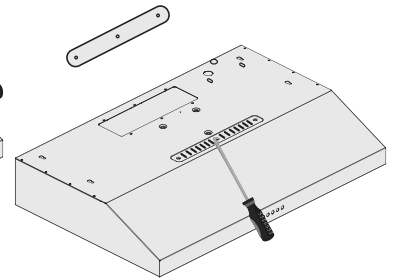

Figure 4
- Enlever le panneau d'acier du haut de la hotte et remplacer avec la plaque de ventilation (voir figure 4).